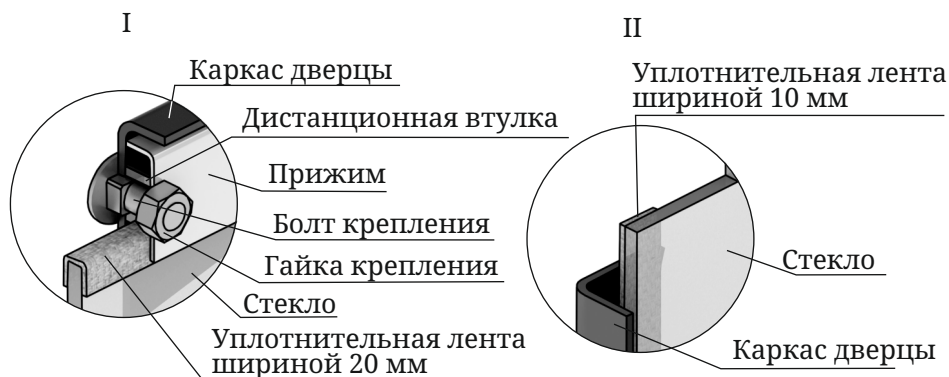

Рисунок 8. Крепление светопрозрачного экрана дверцы
4. Вставить стекло в упор, при этом лента наклеенная с боковых сторон (вертикальная) должна быть зажата между стеклом и каркасом дверцы (рисунок 8.И).
Внимание! Гайки крепящие прижим накручиваются на болты крепления через дистанционные втулки (рисунок 8.И).